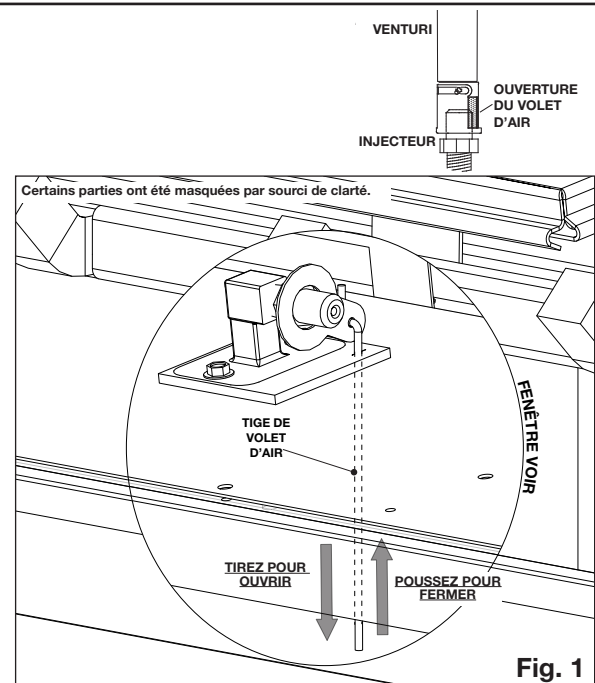

Fig. 1
Le réglage de l'air fin doit être effectué à l'aide de la tige pour obtenir la flamme souhaitée (**FIG. 1**).
- Ajustez la tige de volet d'air jusqu'à ce que la flamme souhaitée soit atteinte. Poussez pour fermer et tirez vers le bas pour ouvrir (**Fig. 1**).